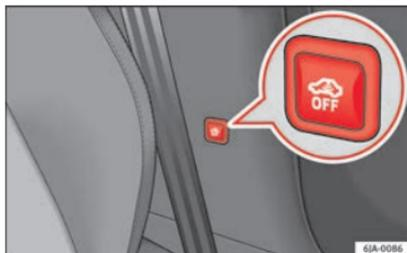

Abb. 127 Taste der Innenraumüberwachung und des Abschleppschutzes.
- Drücken Sie die Taste  **Abb. 127** an der Mittelsäule, das rot hinterleuchtete Symbol  in der Taste leuchtet daraufhin orange.